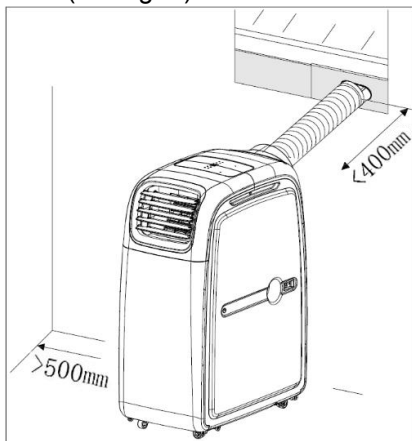

Fig. 1
- Veuillez placer l'appareil sur une surface plane à proximité d'une prise adaptée, mais en respectant une distance d'au moins 50 cm entre le côté avec filtre et les autres objets. Le tuyau d'air vicié doit être maintenu droit et ne pas être étiré à plus de 40 cm (voir fig. 1).